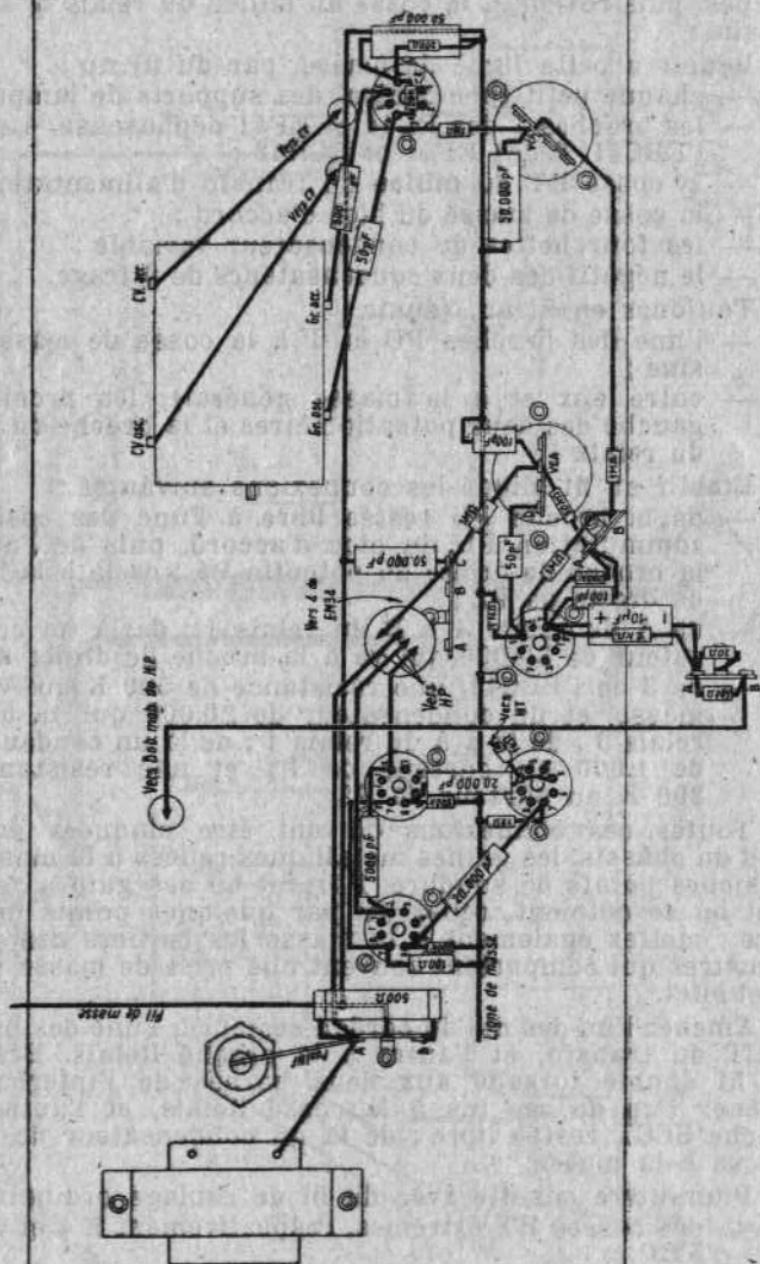

Fig. 51 — Second stade de câblage
**Second stade de câblage (fig. 51).** — De la cosse « CV accord » du bloc d'accord à la cosse des lames fixes de l'une des cages du CV. De la cosse « CV oscillateur » du bloc à la cosse des lames fixes de l'autre cage.